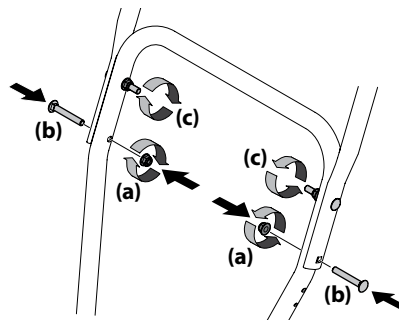

Figura 2-5
- Sujete los dos tornillos de carro (b) y las tuercas (a) que se extrajeron en el Paso 2. Termine de sujetar la barra de control, para lo que debe ajustar las dos tuercas superiores (c) que se aflojaron en el Paso 2. Para unidades con soportes laterales. Consulte la Figura 2-5 o la Figura 2-6 para unidades con soportes laterales.